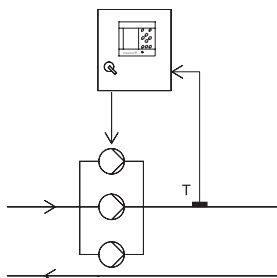

Рис. 12 Температура в напорном трубопроводе
- Температура в напорном трубопроводе, см. рис. 12.